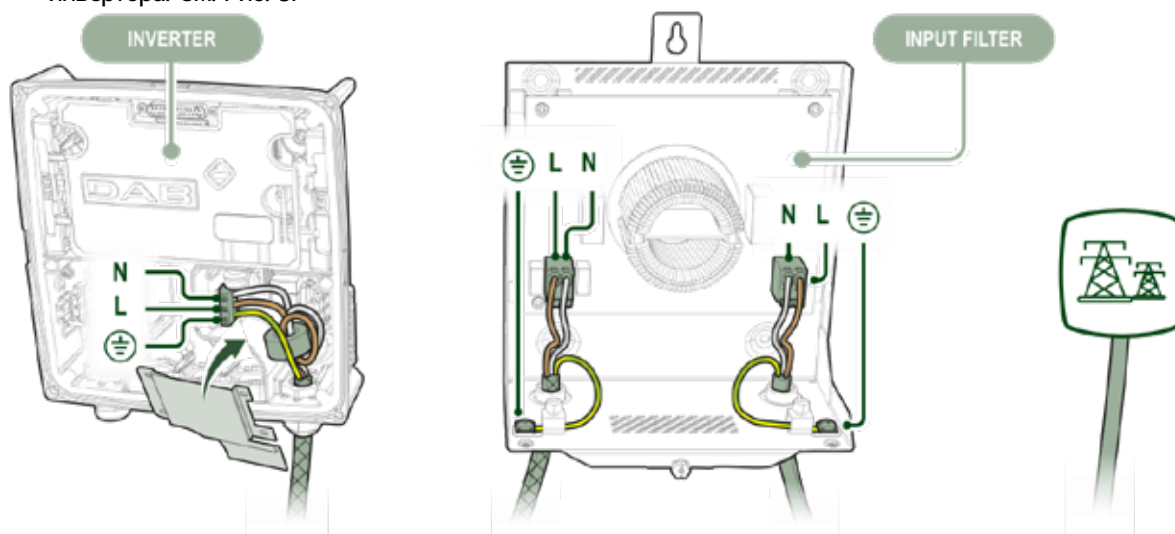

Рис. 5 Кабелирование входного фильтра
- Пропустите силовой кабель через правое отверстие в основании фильтра (см. Рис. 5), используя соответствующий кабельный ввод из комплекта KIT B или KIT C в зависимости от наружного диаметра кабеля;
- Разделите три проводника и подключите их к входным клеммам фильтра, обозначенным (L, N и $\perp$ при однофазном питании). см. Рис. 5. Для обеспечения полного и надёжного ввода каждого проводника полностью опустите рычаг клеммы до характерного щелчка, затем закройте его после установки проводника;
- Пропустите экранированный силовой кабель (плотность оплётки не менее 85%) через левое отверстие основания фильтра (см. Рис. 5), используя кабельный ввод из комплекта KIT A;
- Введите экранированный кабель (плотность оплётки не менее 85%) в кабельный ввод инвертора, предназначенный для входа питания, и подключите жилы L – N – $\perp$ к соответствующим клеммам инвертора. См. Рис. 5.